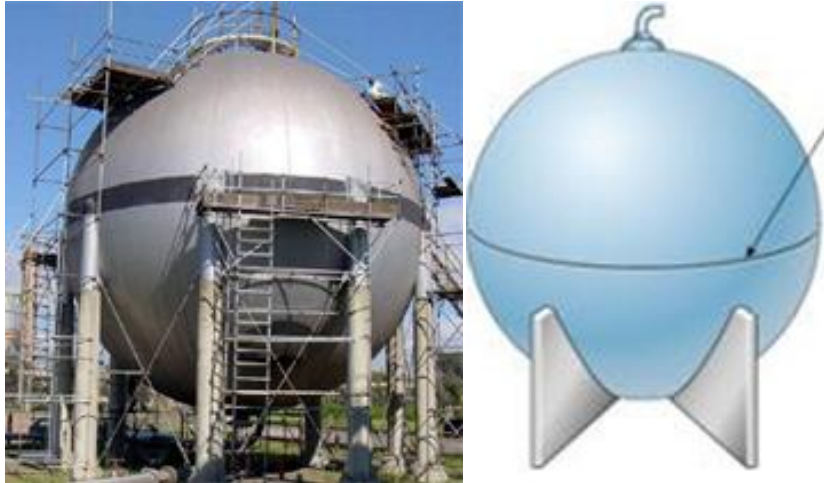

Figura 2 – Vaso de pressão esférico.
**Vasos de Pressão de paredes finas e semi-espessas (Estruturas de Cascas)** – Podem-se citar com exemplo desse caso, os cascos de submarinos, os tanques de ar comprimido, os extintores de incêndio, as latas de spray e etc. Em geral, a seguinte relação é satisfeita:  $r / t > 10$ , onde  $r$  é o raio e  $t$  é a espessura da parede do vaso de pressão. A figura 2 mostra a foto e o esquema de um vaso de pressão esférico. Essas estruturas podem ser estudadas através de modelos estruturais de cascas (“Shell”).